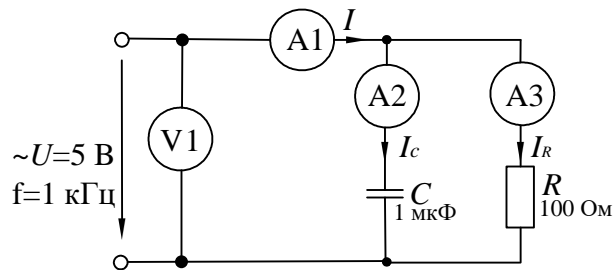
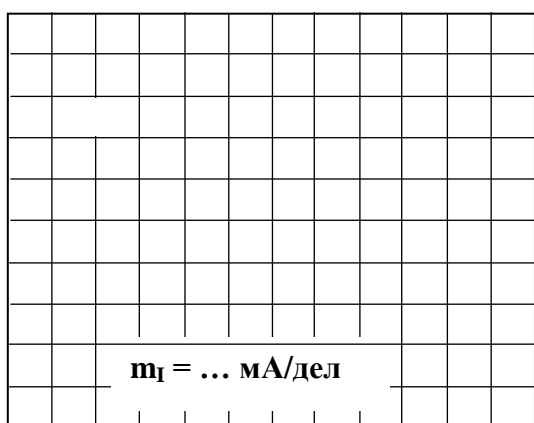
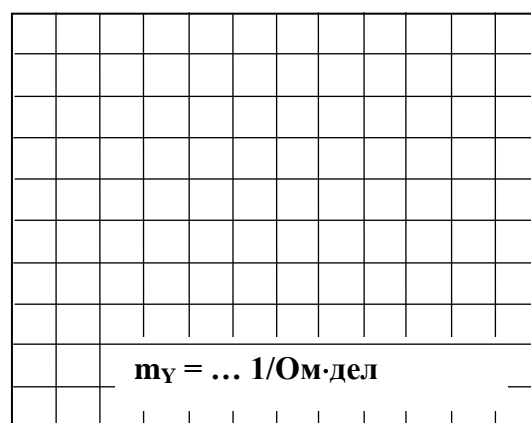

Рисунок 10 – Схема экспериментального исследования разветвленной цепи  $RC$
Рисунок 11
Рисунок 12
1.3. Выберите масштаб и постройте векторную диаграмму токов (рис. 10) и треугольник проводимостей (рис. 11).
2.1. Соберите цепь согласно схеме (рис. 12), подсоедините регулируемый источник синусоидального напряжения и установите его параметры:  $U=5 \text{ В}$ ,  $f=1 \text{ кГц}$
2.3. Постройте векторную диаграмму токов (рис. 11) и треугольник проводимостей (рис. 12).